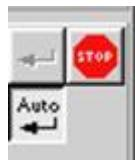

Рис. 1.3. Кнопка *Прервать команду*
6. Щелкните мышью в любой точке отрезка  $p_1 - p_2$ . Затем щелкните в точках  $p_3$  и  $p_4$  – система построила отрезок  $p_3 - p_4$ , перпендикулярный отрезку  $p_1 - p_2$ . Щелкните мышью на кнопке *Прервать команду*, рис. 1.3.